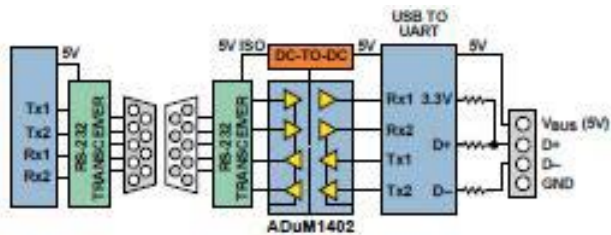

図2. RS-232を介したUSBの絶縁
**第1の方法：**図2のように、USBインターフェースを絶縁する必要があるデバイスの外に完全に移動します。多くのデバイスは汎用シリアル・バスをUSBに接続することができます。この例では、RS-232からUSBへの変換を示しています。SIEは汎用シリアル・インターフェース機能を提供し、絶縁機能は低速のシリアル・ラインに実装されています。しかし、この方法ではUSBの利点を活用することができません。実現されるのは、オンザフライでロードできるシリアル・ポートにすぎません。インターフェースICをファームウェアの変更で周辺機器を識別できるようにカスタマイズし、また専用ドライバを作製することも可能です。しかし、各周辺機器には専用のアダプタが別途必要とな